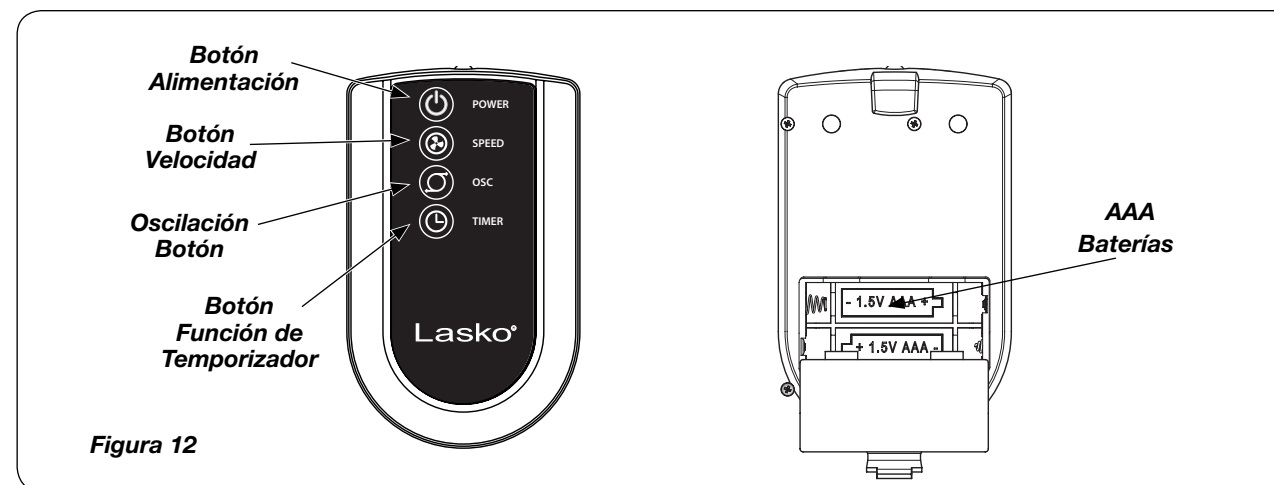

Figura 12
1. Instale la baterías como mostrado en la *Figura 12*. La batería es el tipo "AAA" incluidas.
Este Ventilador puede hacerse funcionar mediante los Controles ubicados en la parte superior de la unidad (como se muestra en la **Figura 9**) o con el Control Remoto (se muestra en la **Figura 12**).